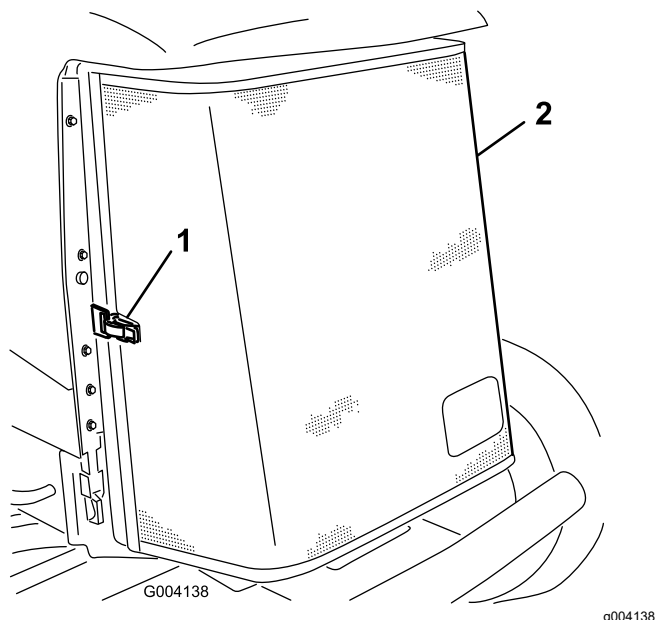

Рисунок 94
3. Откройте защелку и откиньте заднюю решетку (Рисунок 94).